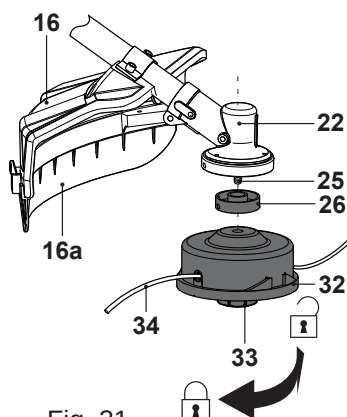

Fig. 31
- > Retirer la tête nylon [32] en la dévissant dans le sens contraire des aiguilles d'une montre. (Fig.31).